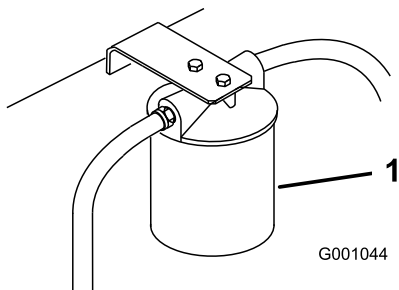

Figura 78
- Collocate una bacinella di spurgo sotto il filtro, togliete il filtro usato e pulite la guarnizione di riduzione del filtro (Figura 78).